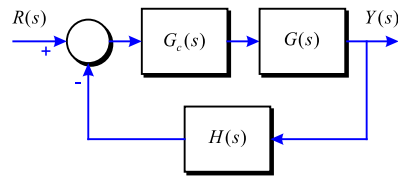

Figura 5-26
- Per controlar el procés $G(s)$, es realimenta aquest tot posant un regulador $G_c(s)$ com el de la Figura 5-26, i amb un sensor $H(s) = \frac{1}{s+2}$.